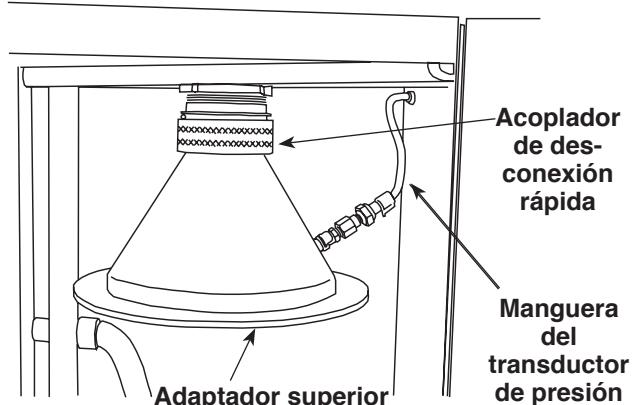

Figura 3
4. Ajuste el cono del adaptador al acoplador de conexión rápida, posicionando el cono de manera que el puerto de presión quede frente a la manguera del transductor de presión. Conecte la manguera del transductor de presión al puerto de presión en el cono. Consulte la Figura 3.